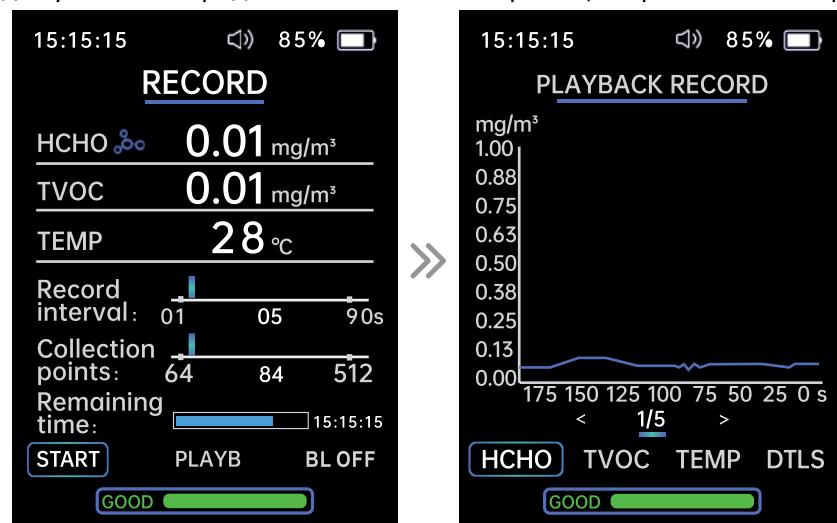

Рисунок 4
Нажимайте кнопки «Влево» (4) и «Вправо» (8) для записи, воспроизведения, включения/выключения подсветки, установки интервала записи, точек сбора данных и оставшегося времени (рис. 4).